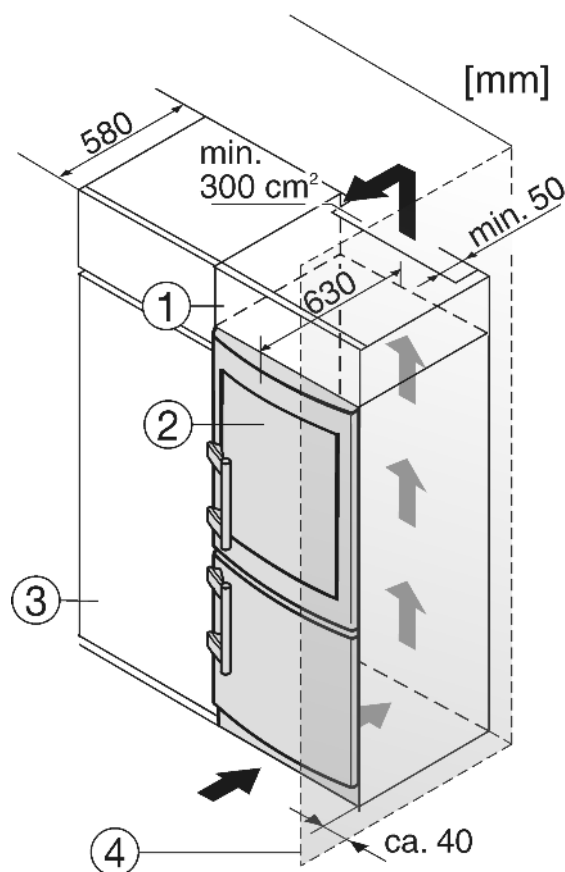

Fig. 21
Устройство может быть окружено предметами кухонной обстановки. Чтобы уравнивать устройство Fig. 21 (2) по высоте с кухонной стенкой, можно установить над устройством соответствующий дополнительный шкафчик Fig. 21 (1).
При комбинировании с обычными кухонными шкафами (глубина макс. 580 мм) устройство можно установить непосредственно рядом с кухонным шкафом Fig. 21 (3). Дверь устройства выступает по сторонам на 34 мм и по центру устройства на 50 мм относительно передней стенки кухонного шкафа. Поэтому ее можно свободно открывать и закрывать.
Если устройство установлено на шарнирах у стены Fig. 21 (4), то расстояние между устройством и стеной должно быть не менее 40 мм. Настолько выступает ручка при открытой двери.*